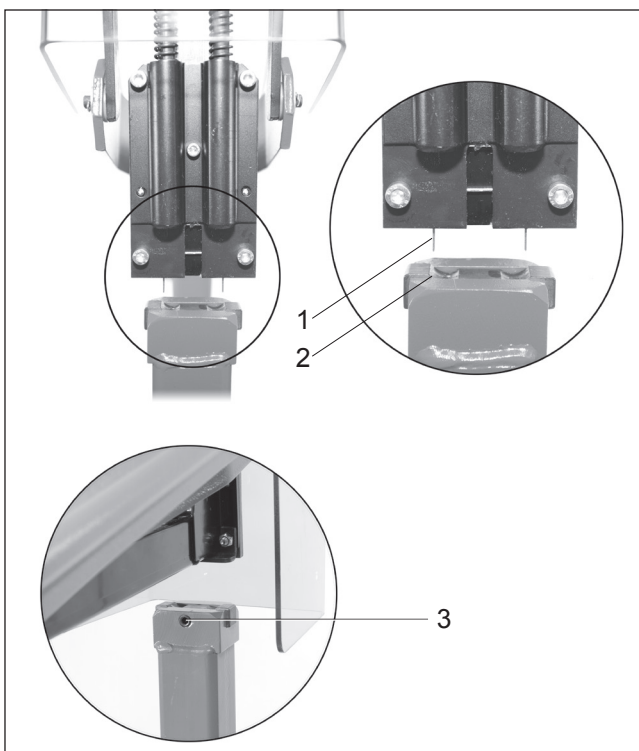

Fig. 14
- Poussez une agrafe (Fig. 14/1) en bas à la main jusqu'à les jambes sont visibles.